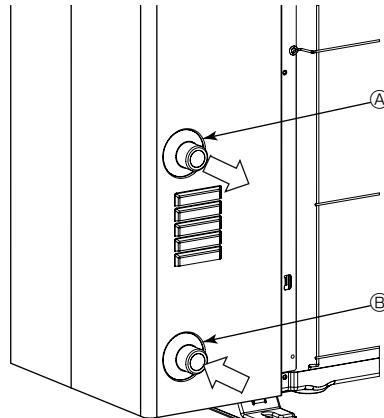

Fig. 5-1
### 5.1. Conexión de las tuberías del agua (Fig. 5-1)
- La posición de las tuberías de entrada y salida se muestra en la Fig. 5-1.
[Fig. 5-1]